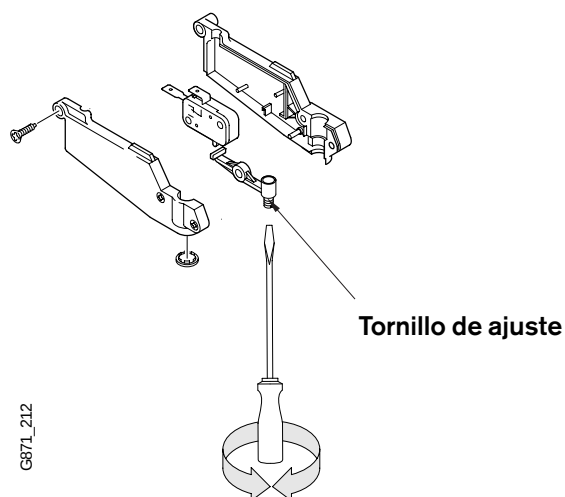

Fig. 14 - Ajuste del microinterruptor
Si no oye un chasquido cuando se abre el grifo, debe cambiar el microinterruptor. Véase la Fig. 15 (#11) para la ubicación y la Fig. 14 para el ajuste. Puede que haya que cambiar el microinterruptor.
microinterruptor de la válvula de agua no esté demasiado apretado (Fig. 14). Retire el tapón central debajo del conjunto del microinterruptor, afloje con cuidado el tornillo de ajuste hasta que se encienda la luz piloto. En este punto, vuelva a apretar el tornillo una vuelta y media. Véase la Fig. 14.
Si no hay caudal de agua, pero el electrodo produce chispas constantemente, se debe ajustar el tornillo del microinterruptor de la válvula de agua. Véase la Fig. 14.
3. Compruebe el ajuste del microinterruptor (véase la Fig.14).
2. Compruebe el ajuste del microinterruptor (véase la Fig. 14).